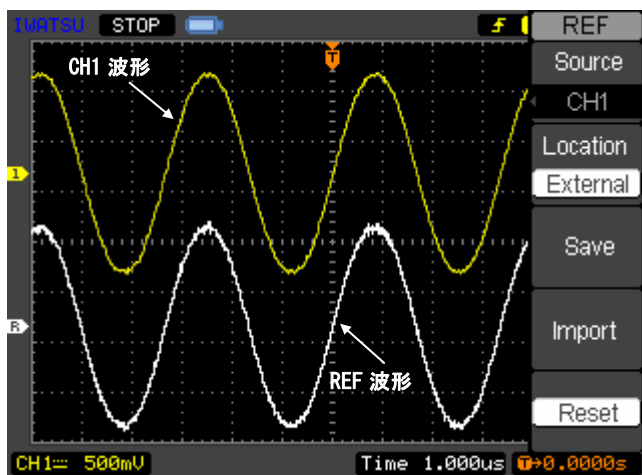

図 3.1.27 測定例(CH1 波形と REF 波形)
- ⑥ **[OFFSET]**ノブを回して、REF 波形(画面では白色波形)を画面下に移動します。(図 3.1.27 参照)
- ⑦ REF 波形を消すときは**[REF]**キーを押しします。
- ⑧ **Reset**を実行すると REF 波形を **Save**した時と同じ振幅、オフセットにリセットします。